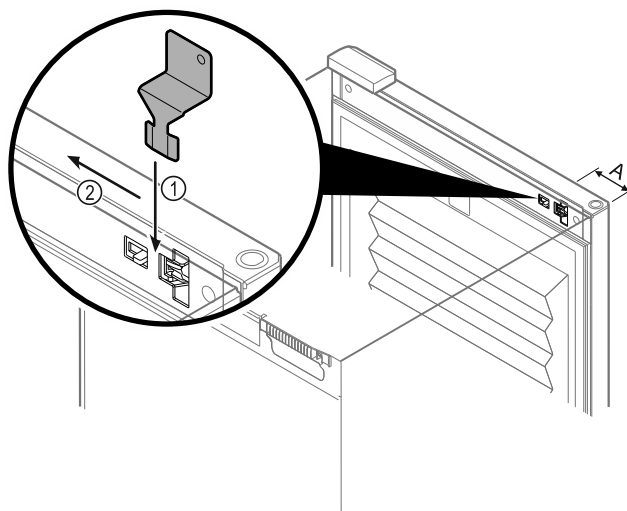

Fig. 101
- Notentriegelungsschlüssel an vorgegebener Stelle positionieren Fig. 101 (A) ≈ 100 mm.
- Notentriegelungsschlüssel Fig. 101 (1) zwischen Tür und Gerätekörper von oben bis zum Anschlag einstecken.
- Notentriegelungsschlüssel in Richtung Scharnier ziehen. Fig. 101 (2)